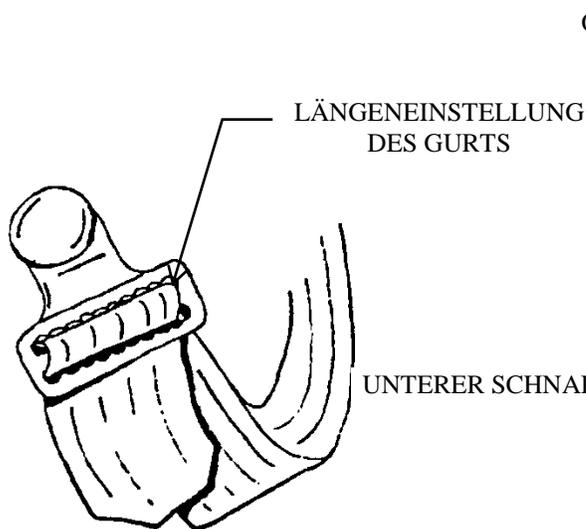

ABB. 20
- Die Airshirz® ablegen und die Länge des Gurts an der Schnalle einstellen, bis der Gurt mit wenig bis keinem Spiel paßt und nur leichten Druck auf den Handrücken ausübt. (Siehe Abb. 20.)